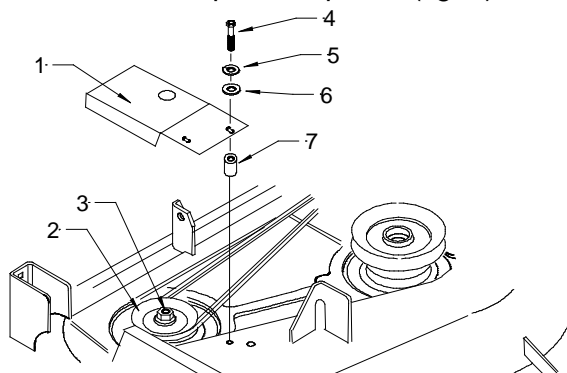

Figure 1
3. Dévisser le boulon de l'axe de poulie de droite et déposer la poulie (fig. 1).
4. Remonter le protège-courroie dans sa position d'origine et le fixer à l'aide des trois entretoises de 0,50", boulons de 1/4" x 1,00", rondelles plates et rondelles-frein. Serrer solidement (fig. 1).